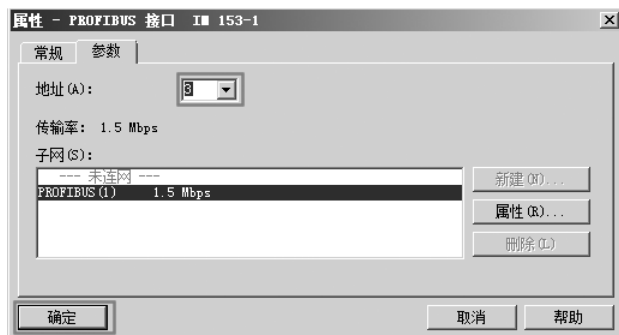

图 8-79 设置从站地址
8) 设置从站地址。“地址”中的选项是从站的地址，本例设置为 3，再单击“确定”按钮，设置从站地址如图 8-79 所示。